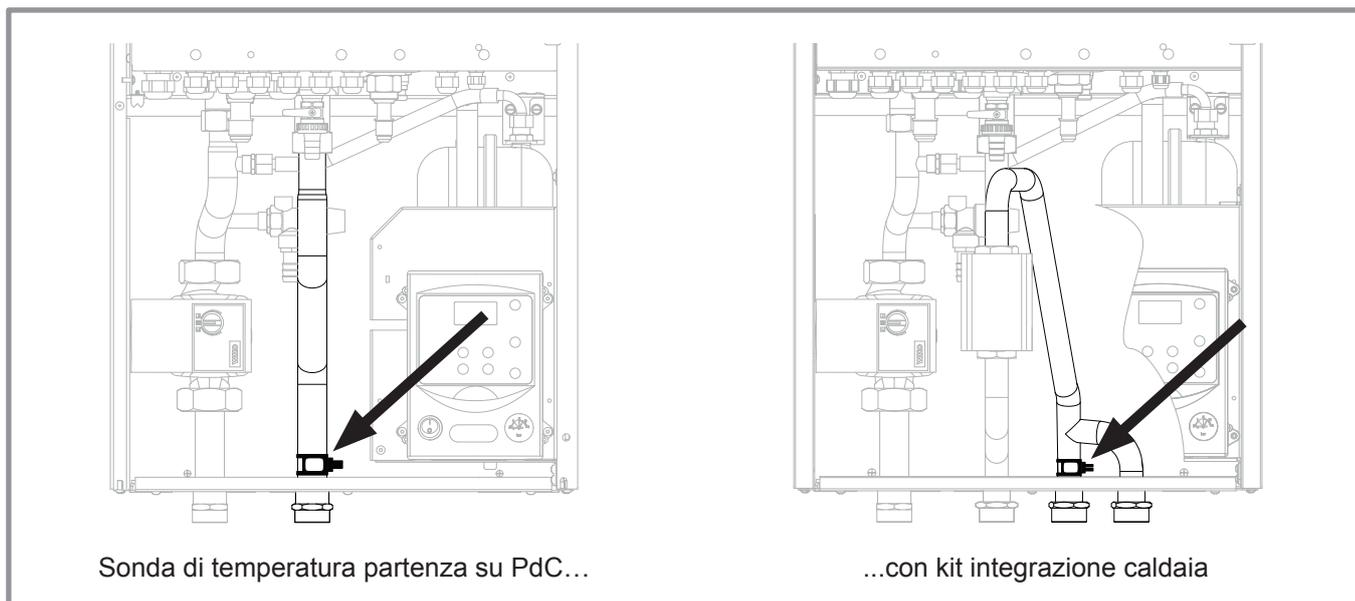

figura 5 - Posizione della sonda di temperatura partenza
- **Fissare la sonda di partenza** sul tubo di partenza impianto (vedere figura 5, pagina 5).